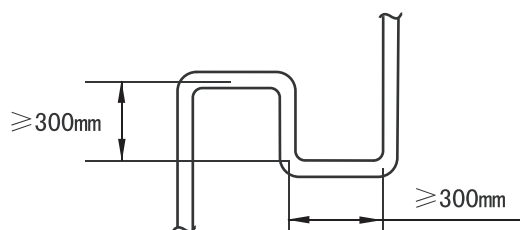

Fig.5-2
Nombre de la tubería	Código (ver Fig. 5-2)
Ej.1: ver la Fig.5-2, si la capacidad total aguas abajo para L2 es $71 \times 2 + 140 + 28 = 310$, la tubería de gas baja presión L2 será Φ22.2 y la de gas alta presión Φ19.1, la de líquido Φ12.7.
- Tomar la Fig.5-2 como ejemplo. Teniendo en cuenta que la tubería equivalente de todo el sistema es superior a 90m.